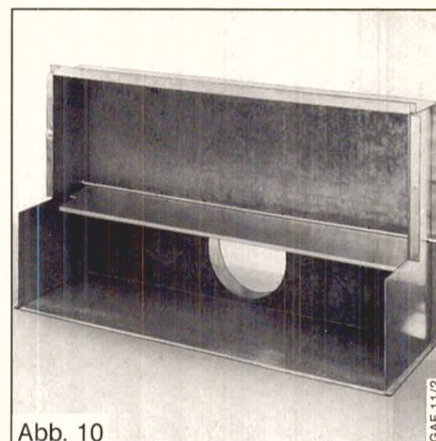
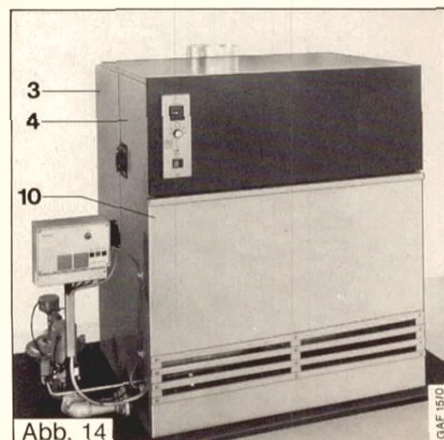

Abb. 10
Abb. 14
Rohrwellen (3) durch die dafür vorgesehenen Öffnungen in der Strömungssicherung stecken. Siehe Abb. 10.
2 Fassonschrauben oben in Mantelblech, vorn (10), Abb. 14, einschrauben. Blech mit den seitlichen Haken unten, schräg nach vorn geneigt, auf die Stifte (P), Abb. 10, stellen und an die Bleche (4) links und (5) rechts andrücken. Fassonschrauben müssen einrasten.